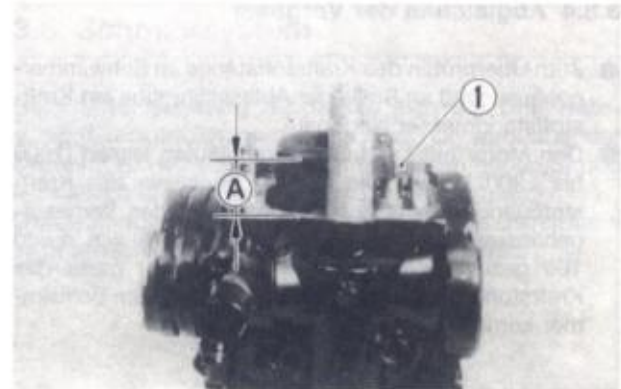

Bild 76
- Zum Überprüfen des Schwimmerstandes muss die Gehäusedichtung entfernt sein. Das Vergasergehäuse wie in Bild 76 gezeigt auf den Kopf stellen. Bei
- Den Motor mit Leerlaufdrehzahl laufen lassen (1000 bis 1200 U/min). Die mittlere Pegellinie des Kraftstoffstandmessers auf die Unterseite des Vergasergehäuses ausrichten und den Abstand (A) wie in Bild 160 gezeigt messen. Falls erforderlich, muss das Kraftstoffniveau durch Biegen der Zunge am Schwimmer korrigiert werden (Bild 76).